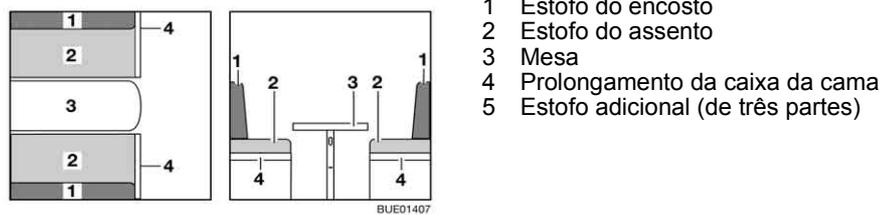

Fig. 115 Antes da transformação
- Transforme a mesa (Fig. 115,3) em base para cama (ver ponto 6.12).
- Desdobre o prolongamento da caixa da cama (Fig. 115,4).
- Retire os estofos do encosto (Fig. 115,1) e coloque-o sobre a mesa.